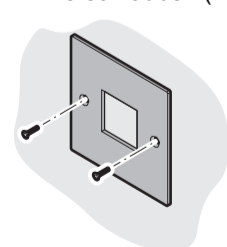

Abb. 3
3. Wandeinbauleuchte an Hohlwand-Dose verschrauben (Abb. 3 und 4).